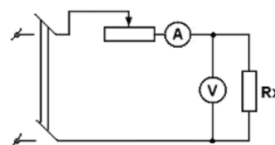

Рисунок 2. Схема для измерения сопротивления
При использовании второй схемы (рис.2) показание амперметра  $I_a$  равно сумме токов в сопротивлении  $R_x$  и вольтметре  $I_v$ , следовательно, измеряемое сопротивление:
- 4.Аналогично провести замеры по схеме рис.2.